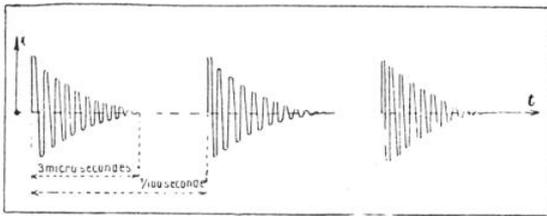

FIG. 3 — ALLURE GÉNÉRALE DES ONDES AMORTIES QUI PRENNENT NAISSANCE DANS LE CIRCUIT D'ALLUMAGE DES MOTEURS
*La similitude de ces deux schémas est frappante. Les deux circuits émettent des trains d'ondes amorties (voir fig. 3) de très hautes fréquences. Sur la fig. 2, les capacités et selfs, en pointillé, sont les capacités et selfs réparties de la partie haute tension du circuit d'allumage.*